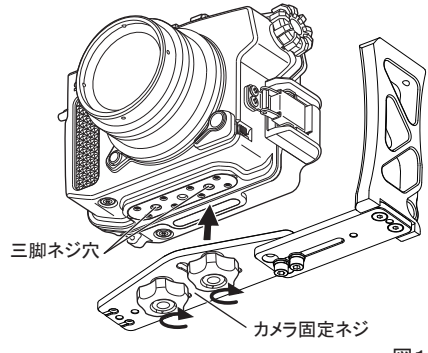

図1
**1 カメラ固定ネジをハウジングの三脚ネジ穴に合わせ、軽く締め付ける(図1)**